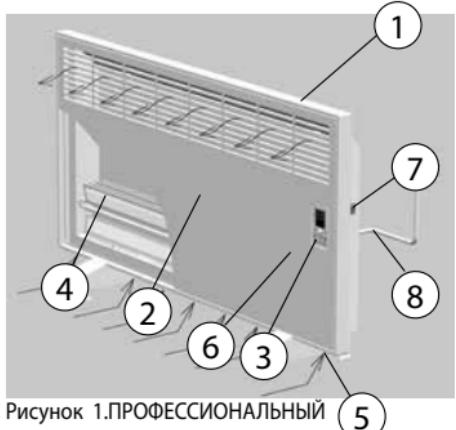

Рисунок 1. ПРОФЕССИОНАЛЬНЫЙ
включает срок (48) часов. Нет ввода новой программы выше 8 часа, выше показатель 48 стирается. Пример: идёте на работу и до возвращения с работы хотите, чтобы прибор заработал. В этой ситуации вставьте вилку в розетку и кнопка Вкл / Выкл (Смотрите рисунок1) в позиции "I", однако кнопка Вкл/Выкл должна быть в позиции Выкл. Перед нажатием на кнопку Вкл/Выкл, нужно нажать на кнопку Вкл. Регулирование времени. (⌚) Автоматическое включение прибора можно запрограммировать, нажатием на кнопку до нужного цифрового числа на панели. Регулирование закончилось, на панели будет виден предупредительный свет, свет будет гореть до начала работы конвектора. Прибор, по истёку регулированного времени, начнёт работать и обогревать помещение.